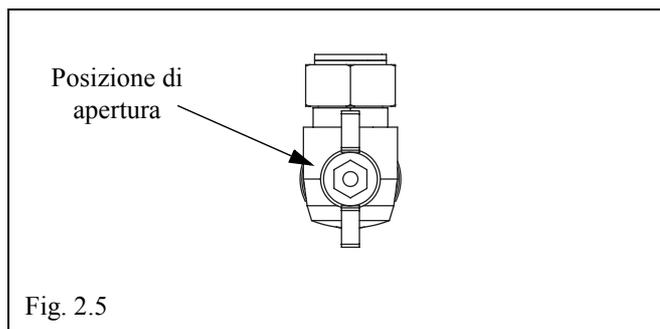

Fig. 2.5
- aprire il rubinetto del gas ruotando in senso antiorario la manopola sotto la caldaia, per permettere il flusso del combustibile (FIG. 2.5);